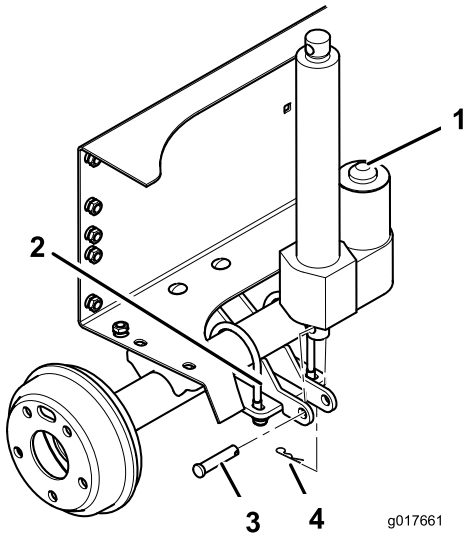

Figura 6
6. Monte a extremidade inferior do actuador de elevação no suporte do cilindro de elevação com um pino de segurança e um contrapino. Posicione os componentes como se indica em Figura 6.